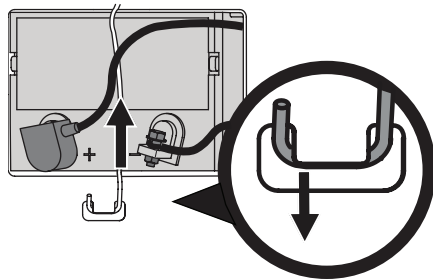

Figure 13
3. Sur l'aide à droite, appuyez sur la tige de retenue en poussant et en sortant l'extrémité courbée de la languette. Faites pivoter la tige de retenue de la batterie vers le haut et retirez la batterie. Voir Figure 13.